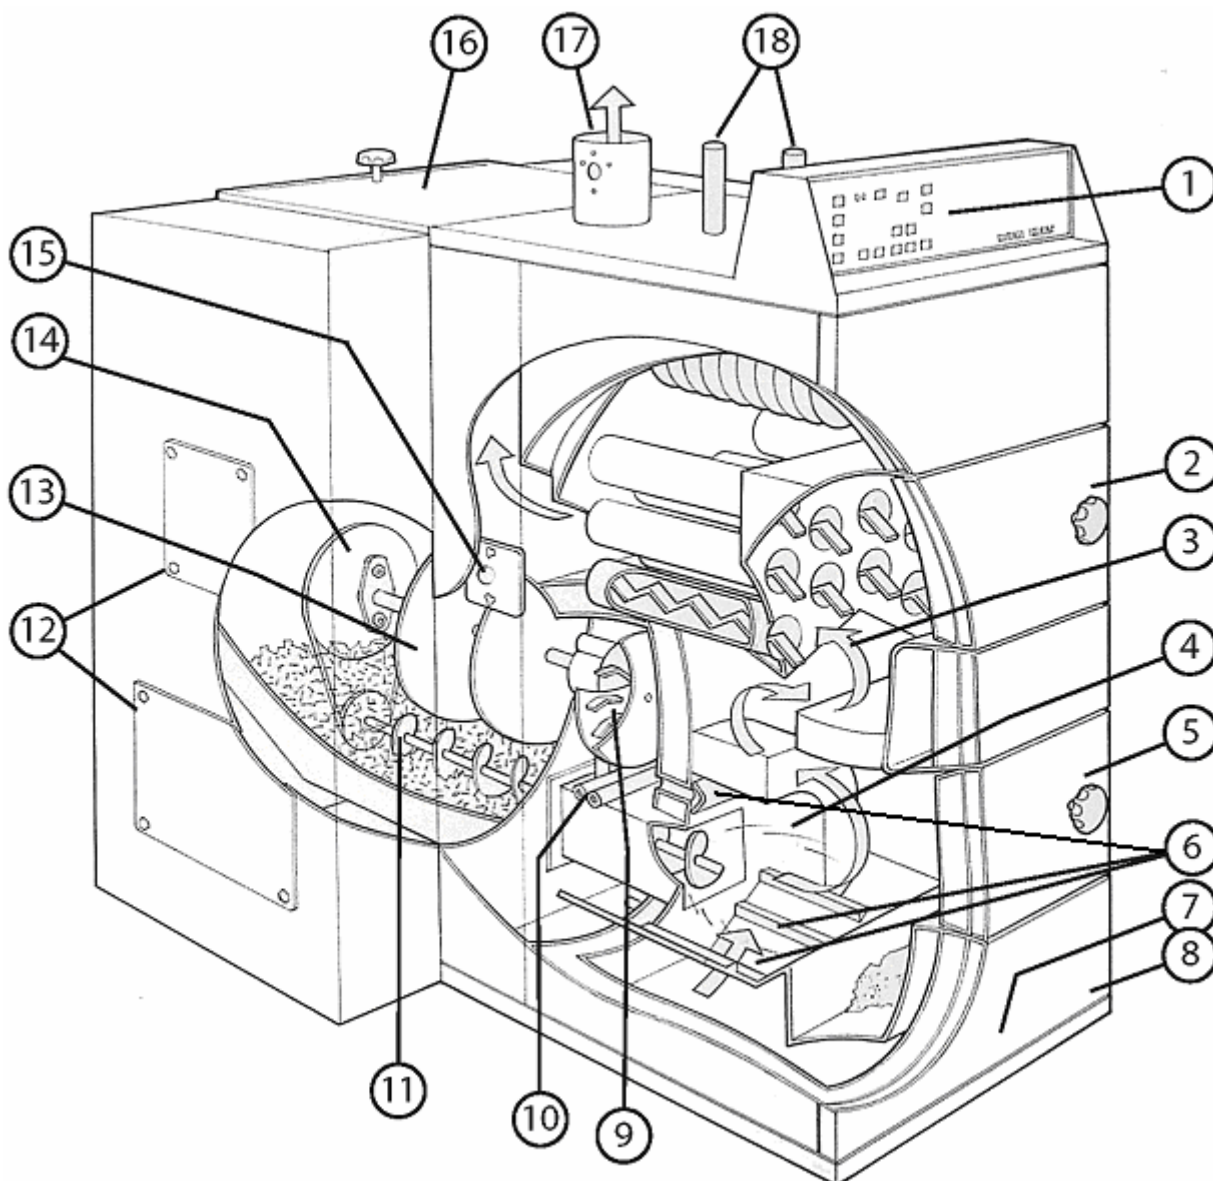

Fig. 1.1 (vist er MULTI-HEAT 4,0)
1.1.2 Funktion**(Se evt. fig. 1.1).**